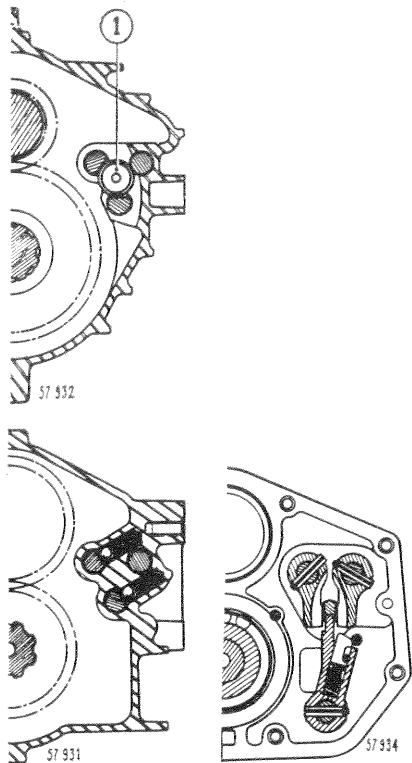

Fig. 48. — Dispositif de verrouillage des vitesses
De plus, le disque (1) (fig. 48) assure le verrouillage :